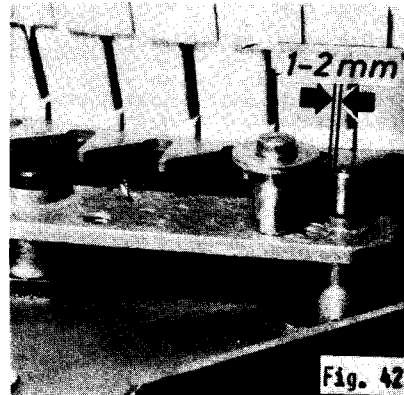
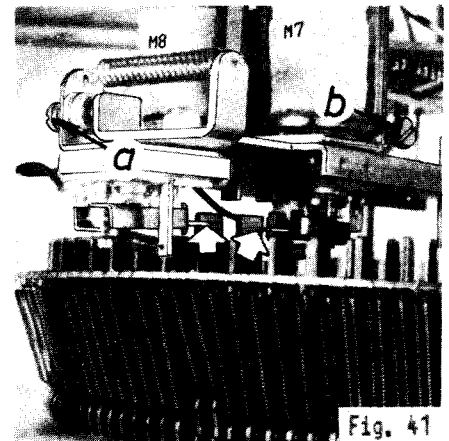

Fig. 42
Fig. 41
**Die Suchkontakte** (siehe Bild 41) werden so eingestellt: Reparaturschalter ausschalten. Eine Wahlklinke der äußeren Reihe auslösen und den Korb in der Nähe des Korbmotors leicht anheben, so daß der Antrieb nicht greift. Stattdessen den Korb langsam mit der Hand drehen, bis die Suchernase fast die Klinke berührt. Wenn die Nase die Klinke berührt, fällt der Korbrastmagnet ab; dies soll geschehen, wenn der Stift der Korbraste etwa 1 - 2 mm hinter der Zahnschnecke ist (Bild 42). Diese Einstellung ist an 4 rundherum verteilten Wahlklinken zu prüfen. Korrekturen an der Stellschraube a.
The **Searcher Contact Tips** (see Fig. 41) are to be adjusted this way: Throw the service switch, release a latch pin of the outer row, but with one hand lift the record carrier off the drive and rotate it slowly until the searcher tip gets very near to the released latch pin. The moment the tip touches the pin, M 3 (carrier latch) will reset and this should happen when the latch bolt is just 1 - 2 mm = 1/16" behind the tip of the preceding teeth, as shown on Fig. 42. If this is out of tolerance, the searcher tip should be advanced or retarded, accordingly, by rotating set screw -a-, Fig. 41.
**Règlage des doigts chercheurs,** voir fig. 41:
Ce dé clic doit s'opérer 1-2 mm après le passage de la pointe de la dent. Fig. 42.
Next, the inner searcher tip should be checked and adjusted, resp., with a latch pin of the inner row, the same way and to the same effect. Screw -b-, Fig. 41, sets this tip. If a record is selected with both sides, both searcher tips will make contact at the same time, however, differences up to 1 mm = 1/32" at the carrier's teeth (Fig. 42) may be tolerated since the A-side (inner tip) has anyhow "priority" ensured by the A-side solenoid.